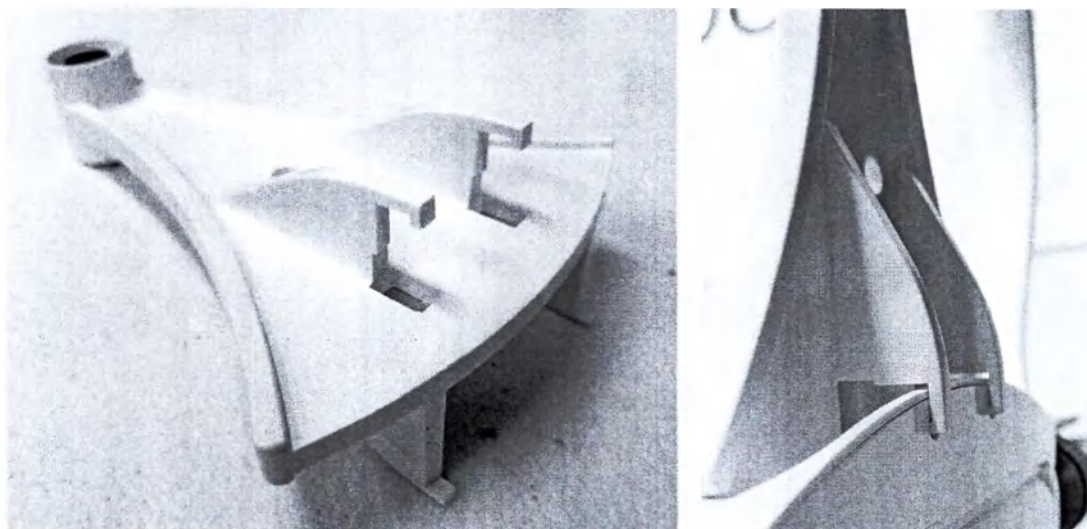

Рис. 5-9 — Крючки модели глаза и ее установка на задней части опоры для подбородка
- На Рис. 5-9 показаны крючки модели глаза и ее установка на задней стороне опоры для подбородка.